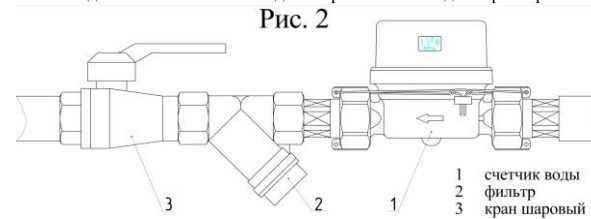

Рис. 2
9.5 Допускается поверка счетчика на месте эксплуатации с использованием сертифицированных переносных поверочных установок. Для обеспечения условий поверки рекомендуется установка счетчика по схеме, приведенной на Рис.2.